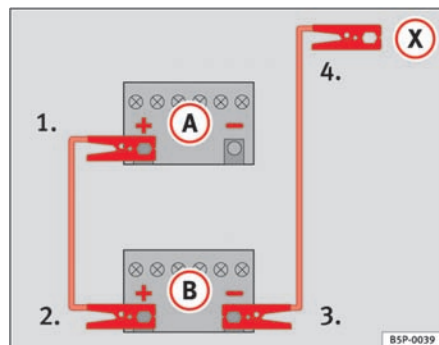

Fig. 197 Sådan skal startkablerne sættes på.
På ⇒ fig. 197 ses det afladete batteri **A** og det opladte batteri **B**.
1. Forbind den ene ende af det røde startkabel til pluspolen ⇒ fig. 197 i bilen med det afladete batteri ⇒ .